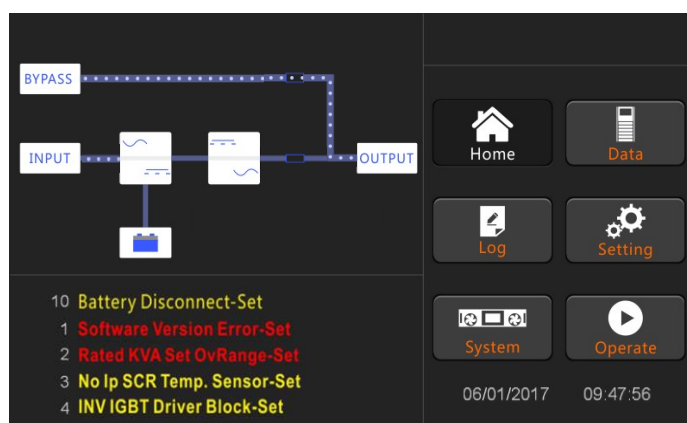

Рис.4-2 Интерфейс пуска байпаса
5. Примерно через 30 с запуск выпрямителя завершается, статический переключатель байпаса включен, индикатор байпаса мигает (см. рис.4-2).